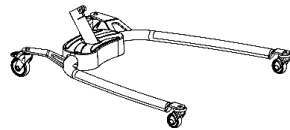

Fig. 1.6A
1. Coloque la base en el suelo y bloquee las ruedas con los frenos. (Fig. 1.6A).